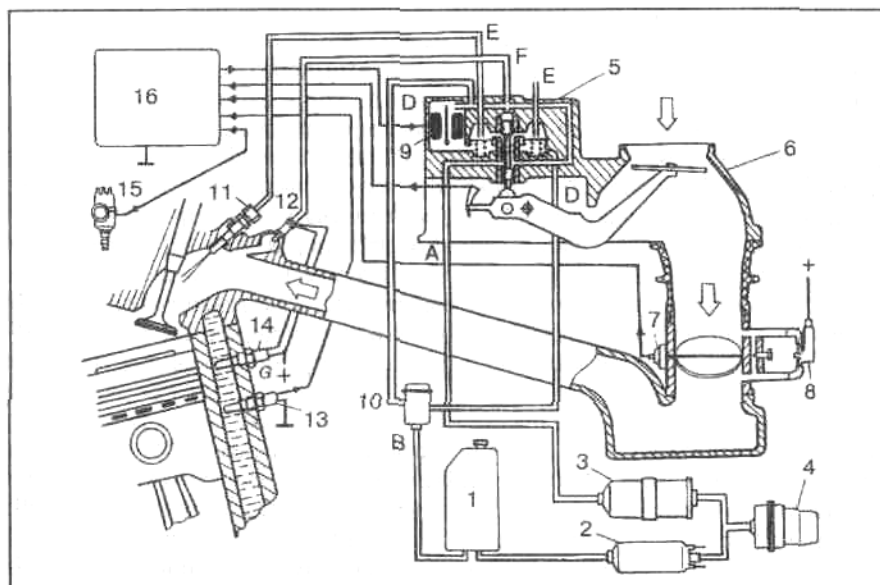

Рис. 26. Схема системы впрыска "KE-Jetronic"-
Топливо под давлением поступает к форсункам 11 (рис. 26), установленным перед впускными клапанами. Форсунки распыливают топливо, количество которого определяется его давлением в зависимости от нагрузки (от разрежения во впускном коллекторе) и от температуры охлаждающей жидкости.
Система впрыска (рис. 26) работает следующим образом. Электронасос 2 забирает топливо из бака и подает его под давлением к дозатору-распределителю топлива 5 через топливный фильтр 3 и накопитель 4.
Система холостого хода, представленная на рис. 26, почти не отличается от системы холостого хода "К-Jetronic". Параллельно каналу дроссельной заслонки идут еще два воздушных канала. В одном установлен конический винт регулировки холостого хода (винт количества), которым поддерживается минимальное разрежение в расходомере воздуха 6 под диском, и обеспечивается работа двигателя на холостом ходу. Клапан дополнительной подачи воздуха 8 работает при холодном пуске и прогреве двигателя аналогично системе "К-Jetronic".
Электронасос 2 (см. рис. 26) при пуске мгновенно создает давление в системе. В течение определенного времени, зависящего от температуры охлаждающей жидкости, пусковая форсунка 12 распыляет топливо во впускной трубопровод, что обеспечивает обогащение смеси и на дежный запуск холодного двигателя. Время работы пусковой форсунки определяет также, как и в системе "К-Jetronic", термореле 14.
Обогащение смеси у холодного двигателя осуществляется регулятором управляющего давления 9 (см. рис. 26), который уменьшает противодавление в нижних камерах дифференциальных клапанов, при этом биметаллическая пластина регулятора отклоняется вправо. Обогащение смеси прекращается по сигналу датчика температуры охлаждающей жидкости 13.
Принципиальное отличие дозатора-распределителя "KE-Jetronic" от "K-Jetronic" в том, что: уже нет необходимости устанавливать регулятор управляющего давления на блоке цилиндров двигателя и подводить к нему вакуум, он встроен непосредственно в дозатор-распределитель (рис. 28); управляющее давление подводится не к плунжеру распределителя сверху, а в дифференциальный клапан снизу. Кроме этого: над плунжером устанавливается пружина, которая предотвращает втягивание плунжера вверх под действием разрежения при охлаждении дозатора-распределителя после остановки двигателя (встречаются варианты системы "K-Jetronic" с пружиной над плунжером); плунжер в крайнем нижнем положении опирается не на ролик рычага, как показано на рис. 26, а на внутренний кольцевой выступ в нижней части гильзы распределителя. В системе "K-Jetronic" при снятии дозатора-распределителя плунжер просто выпадает вниз из гильзы.
После снятия воздушного фильтра проверяется подвижность рычага напорного диска расходомера воздуха и плунжера дозатора-распределителя топлива. Здесь необходимо обратить внимание на различие рычажных систем регуляторов состава смеси, (рис. 2 и рис. 26). При первой схеме, рис. 2 (применяется, например, на автомобилях BMW—третьей и пятой серий, VOLVO—240, -740, -760 Turbo) при увеличении расхода воздуха напорный диск поднимается вверх. При второй схеме, (см. рис. 26) (автомобили Mercedes-Benz 190 и серия W124 — 200, 230, 260, 300 и др.), напротив, с увеличением расхода воздуха напорный диск опускается.
Напорный диск расходомера воздуха (см. рис. 26) перемещается вручную вниз. При этом на протяжении всего хода диска должно ощущаться равномерное сопротивление. При быстром подъеме диска (за головку болта или при помощи магнита) не должно ощущаться сопротивления, так как плунжер распределителя, (см. рис. 26, 28),
При этой проверке контролируются герметичность системы, давление топлива в ней, давление в нижних камерах дифференциальных клапанов (управляющее давление), (см. рис. 28), прекращение подачи топлива при торможении двигателем, обогащение смеси при разгоне, отсутствие посторонних частиц в демпфирующем дросселе дросселя-распределителя, (см. рис. 6, 28), состояние клапана дополнительной подачи воздуха 8, (см. рис. 26), и пусковой форсунки 12.
Для проверки давления топлива в системе используется манометр с вентилем, шлангами и соответствующими штуцерами, рис. 17. К вентилю шланги подсоединяются следующим образом: к отверстию "А" шланг, присоединяемый к нижним камерам дифференциальных клапанов после удаления резьбовой пробки и установки переходного штуцера (М8х1/М12х1,5); к отверстию "В" — шланг, присоединяемый к верхнему каналу "F", (см. рис. 26, 28) (к штуцеру трубопровода пусковой форсунки).
- замените диафрагменный регулятор 10 давления топлива в системе, (см. рис. 26).